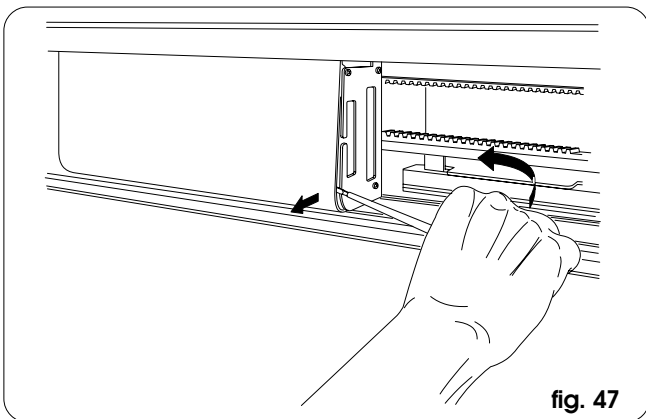

fig. 47
- Pour enlever les couvercles de protection des groupes, des unités de contrôle SDM et du transformateur, exercer une légère pression avec un tournevis d'après la fig. 47. Pour les remettre en place, les accrocher sur la partie supérieure et appuyer d'après la fig. 48.